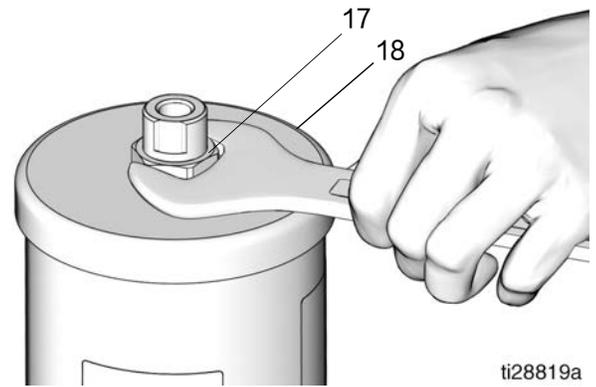

图 40
22. 在液箱 (11) 上安装盖子 (18)。按住盖子的顶部来压缩弹簧。同时, 用 45 - 55 英寸磅 (5.1 到 6.2 牛·米) 的扭力拧紧螺母 (17) (图 40)。